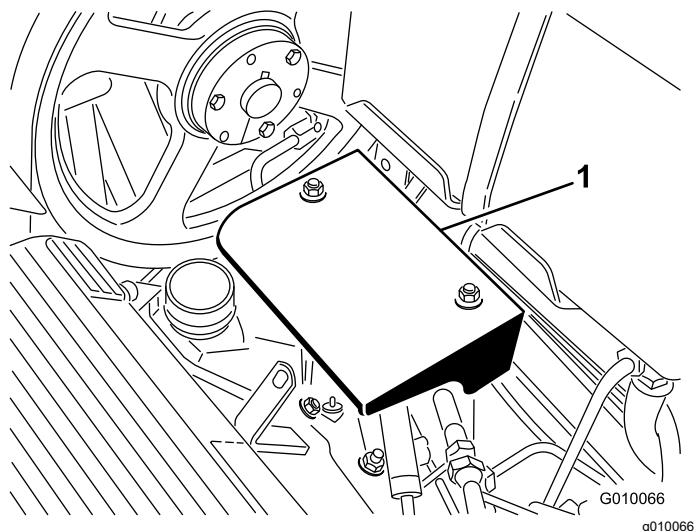

Figura 58
3. Togliete i due dadi di montaggio del carter della pompa e rimuovete il carter (Figura 58).